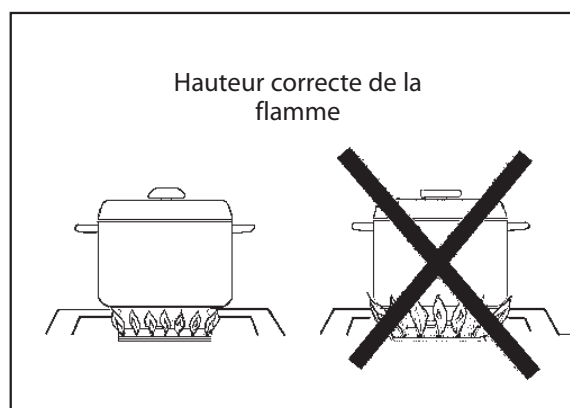

Fig. 3
- Pour des raisons de sécurité, la flamme ne doit jamais dépasser le fond du récipient. Ne laissez jamais les flammes lécher les parois de l'ustensile de cuisson (voir fig. 3). Ceci décolorera ou endommagera l'ustensile.